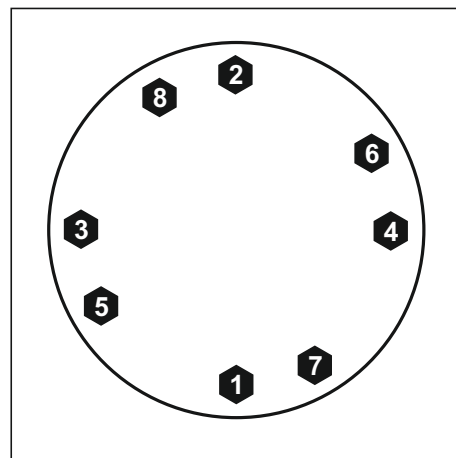

Рис. 110. Порядок затяжки болтов крепления маховика.
3. Ввернуть болты и затянуть рекомендуемым моментом в порядке, указанном на **Рис. 110**: